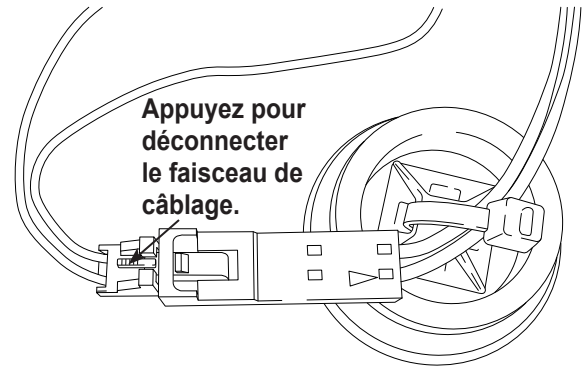

Figure 24
- Déconnectez le faisceau de fils sur le connecteur en appuyant sur la languette centrale. Retirez les connecteurs. Reportez-vous à la Figure 24.